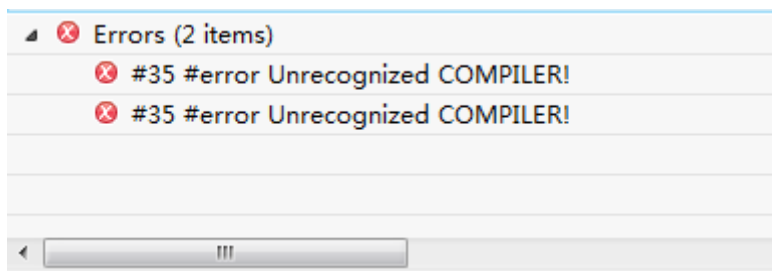
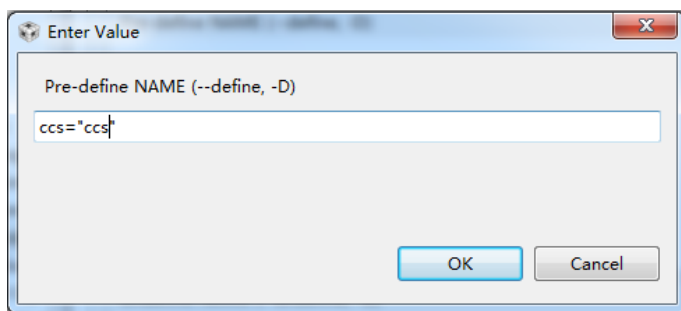

图 3-22 编译错误
图 3-23 添加 ccs="ccs"
- (5) 向建好的工程“CH3\_2”中添加指导书提供的程序代码文件。文件包括 usb\_bulk\_structs.h、usb\_bulk\_structs.c、usb\_dev\_bulk.c 以及启动文件 startup\_ccs.c。
- (6) 编译工程（Build Project），会提示“#35#Error Unrecognized COMPILER!”表示无法确认编译器，如图 3-22 所示。此时需要在工程属性对话框中 Build->Advanced Options->Predefined Symbols->Pre-define NAME(--define,-D)中加入“ccs="ccs"”，添加方式如图 3-23 所示。